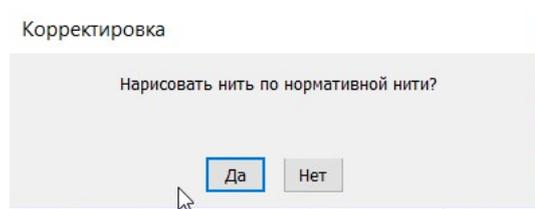

Рис.107. Протягивание мыши между событиями нормативной нити. Окно подтверждения рисования нити по событиям нормативного графика.
- отпустить левую клавишу «мыши»; На поле графика появится желтая прямая линия, соединяющая два выбранных события нормативного графика (см. рис. 107)
- В появившемся окне подтвердить рисование куска нити по нормативному графику или отказаться от рисования (см. рис. 107).